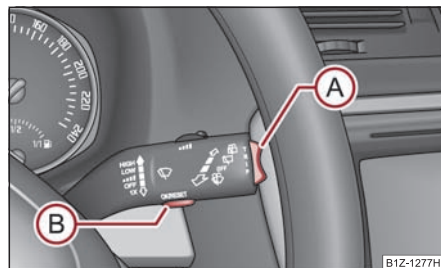

Fig. 28 Pantalla informativa: Elementos de mando en la palanca de limpiacristales
- **MAIN MENU (MENÚ PRINCIPAL)** se activa pulsando la tecla basculante **(A)** ⇒ fig. 28 durante más de 1 segundo.